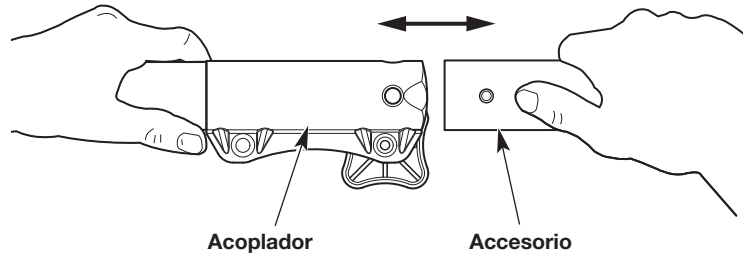
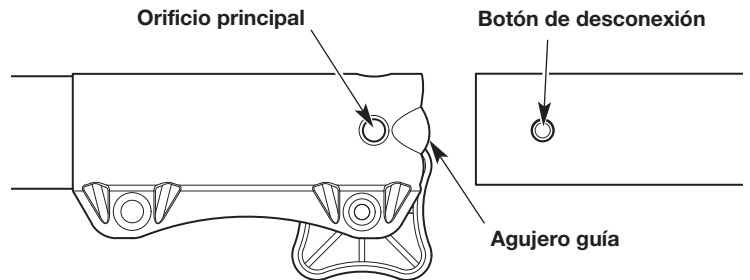

Fig. 3
Fig. 5
4. Alinee el botón de liberación con el embutimiento de la guía (Fig. 5).
5. Presione el accesorio directamente dentro del acoplador (Fig. 3) hasta que el botón de liberación encaje a presión firmemente del orificio principal (Fig. 5).
3. Oprima y mantenga apretado el botón de liberación (Fig. 5).
4. Tire del accesorio directamente hacia fuera del acoplador (Fig. 3).